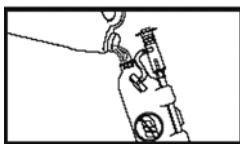

Figure 3
4. Ajouter la solution de nettoyage (Figure 3). Suivre les instructions du fabricant pour l'information au sujet des spécifications et la bonne utilisation de la solution de nettoyage.